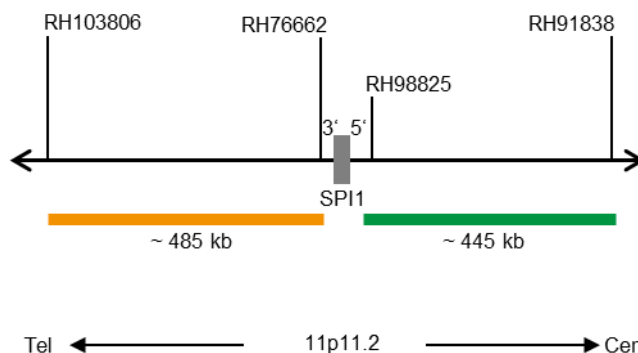

Fig. 1: SPEC SPI1 Mapa da sonda (sem escala)
- Polinucleótidos (~10.0 ng/μl) com marcação ZyGreen (excitação 503 nm/emissão 528 nm), dirigidos ao mapeamento de sequências alvo em 11p11.2\* (chr11:47,424,117-47,867,019) proximais ao ponto de quebra do gene SPI1 (ver Fig. 1).
- Polinucleótidos (~4.5 ng/μl) com marcação ZyOrange (excitação 547 nm/emissão 572 nm), dirigidos ao mapeamento de sequências alvo em 11p11.2\* (chr11:46,871,411-47,354,083) distais ao ponto de quebra do gene SPI1 (ver Fig. 1).